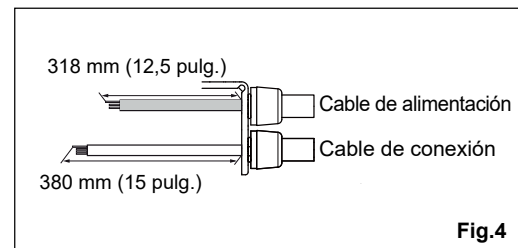

Fig.4
- (4) Ajuste la longitud del cable de conexión. A continuación, conéctelo al cuadro de bornes. (Fig. 4)